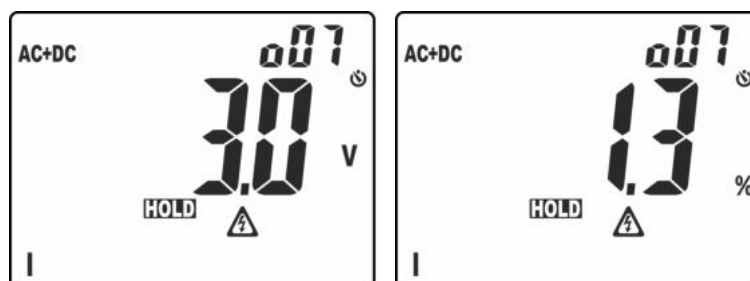

Fig. 4: Visualizzazione ordinamento ampiezze analisi armonica
- Pressione prolungata del tasto (almeno 2s) per attivare la funzione **H₂O** (**H**igher **H**armonic **O**rdining) di ordinamento dell'ampiezza delle armoniche. In tali condizioni, la funzione "HOLD" è automaticamente attivata, il simbolo "o" è presente davanti all'ordine dell'armonica visualizzata ad indicare l'abilitazione della funzione di Ordinamento. La barra grafica è disabilitata e lo strumento mostra il valore delle ampiezze di tutte le armoniche comprese tra il valore DC e la 25° esclusa la fondamentale, in **ordine decrescente** a partire dall'armonica di ampiezza maggiore come mostrato in Fig. 4
Nell'esempio di Fig. 4 l'armonica di ampiezza maggiore corrisponde all'ordine 7. Premere il tasto \blacktriangle per osservare le ampiezze delle restanti armoniche e premere nuovamente il tasto **H/H%/H ⏏** per passare dalla visualizzazione in valori assoluti o percentuali. Ruotare il selettore per uscire dalla funzione